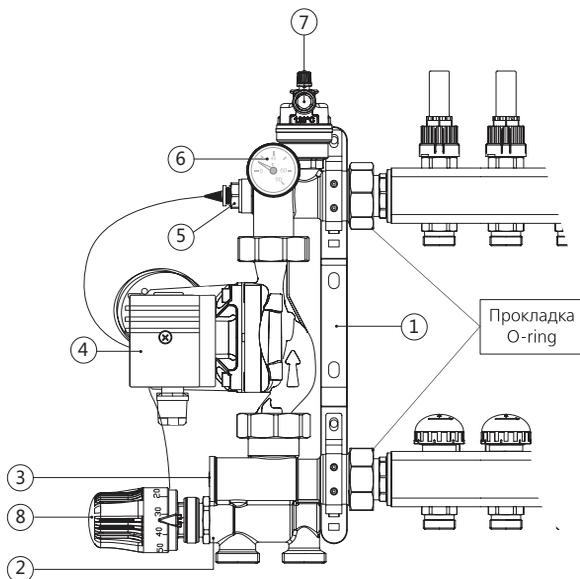
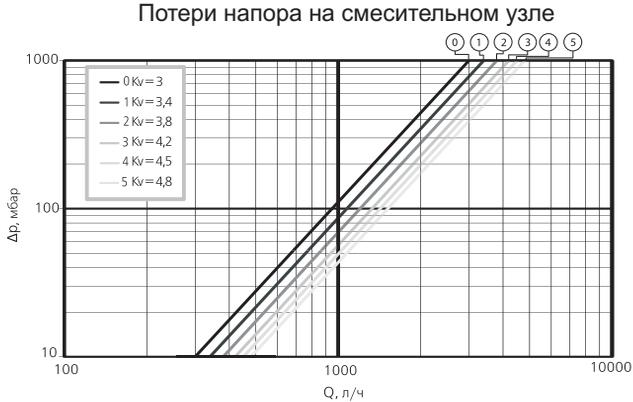

Рис.1
Рис. 3
2. при помощи монтажного кольца головки закрепите её на смесительном клапане (рис. 1 поз. 2);
3. поместите датчик в гнездо температурного датчика (рис. 1 поз. 5);
Согласно приведённой ниже диаграмме (рис. 3), расходу 1032 л/ч, соответствуют 6 разных кривых ΔP_{valv} при разных настройках байпаса (рис. 1 поз.3): чем меньше открыт байпас, тем быстрее достигается требуемая температура на подаче, и наоборот, при максимально открытом байпасе увеличивается расход и одновременно сокращается колебание температуры подачи, связанное с открытием-закрытием различных зон, на которые разделяется система отопления.
Температура подачи низкотемпературного контура отопления задаётся на термостатической головке (рис. 1 поз.8), с диапазоном установки от 20 до 65 °С, и поддерживает постоянную благодаря действию термостатического клапана.